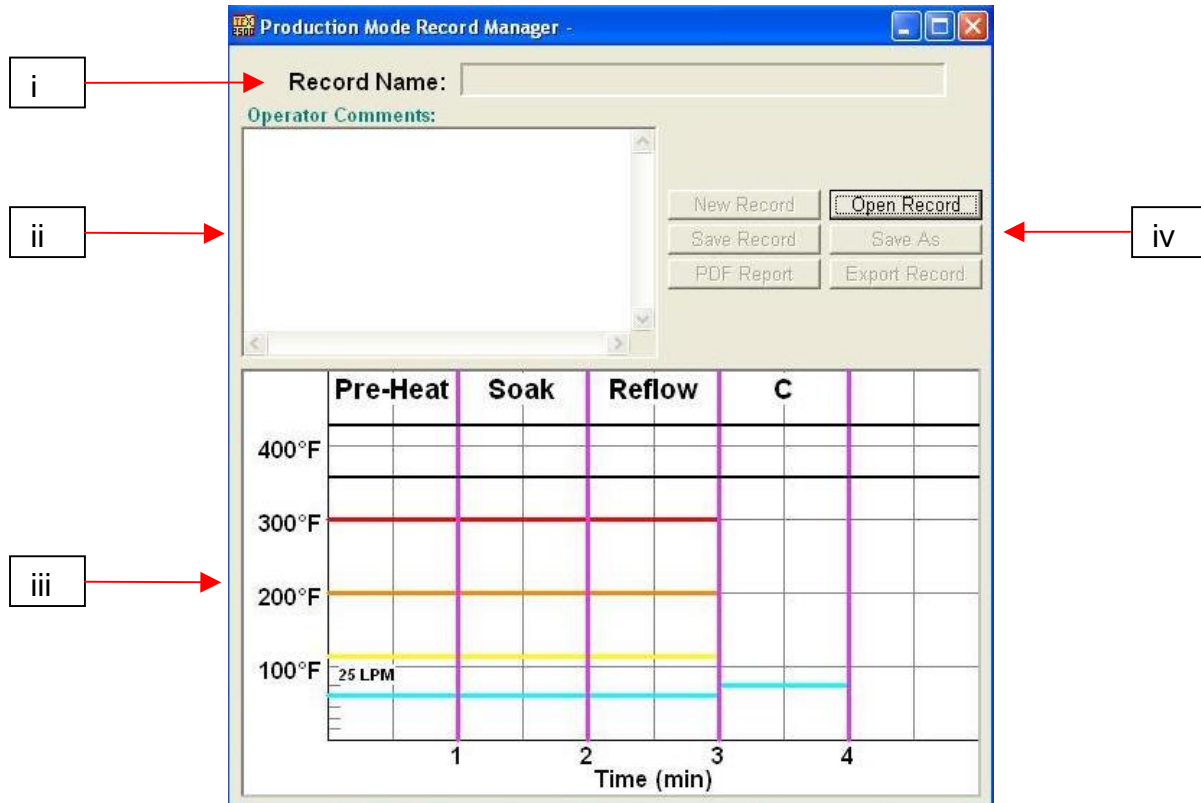

Figure 6a
- ii. Gestion des enregistrements. Pour voir le réglage de la température et de la durée saisi par le développeur. (Fig. 6a)
h. Description de la gestion des enregistrements du mode de production (figure 6a).